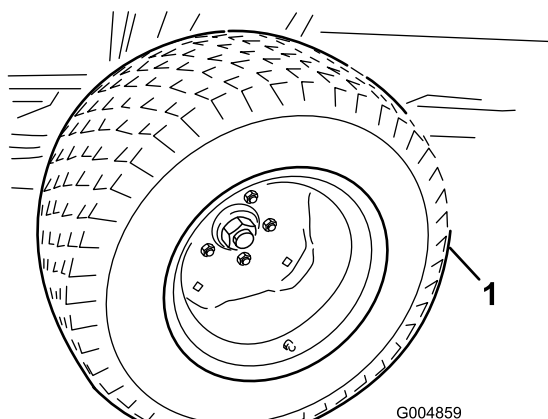

Figura 24
3. Instale los neumáticos de tracción de verano (Figura 24)